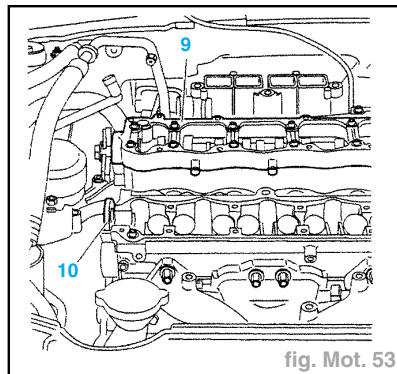

fig. Mot. 53
Attention : Desserrer les vis de fixation du carter-chapeau d'arbres à cames (9) progressivement et en spirale, en commençant par l'extérieur, de manière à le décoller de quelques millimètres de son plan de joint (fig. Mot. 53).